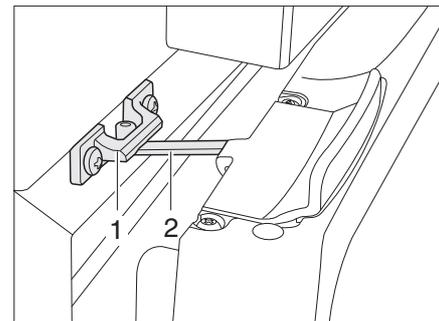

Bild 255 Kühlschranktür in Lüftungsstellung (Thetford)
- Verriegelung (Bild 255,2) aufklappen und in der Verriegelungsaufnahme (Bild 255,1) einrasten. Die Kühlschranktür bleibt damit leicht geöffnet.